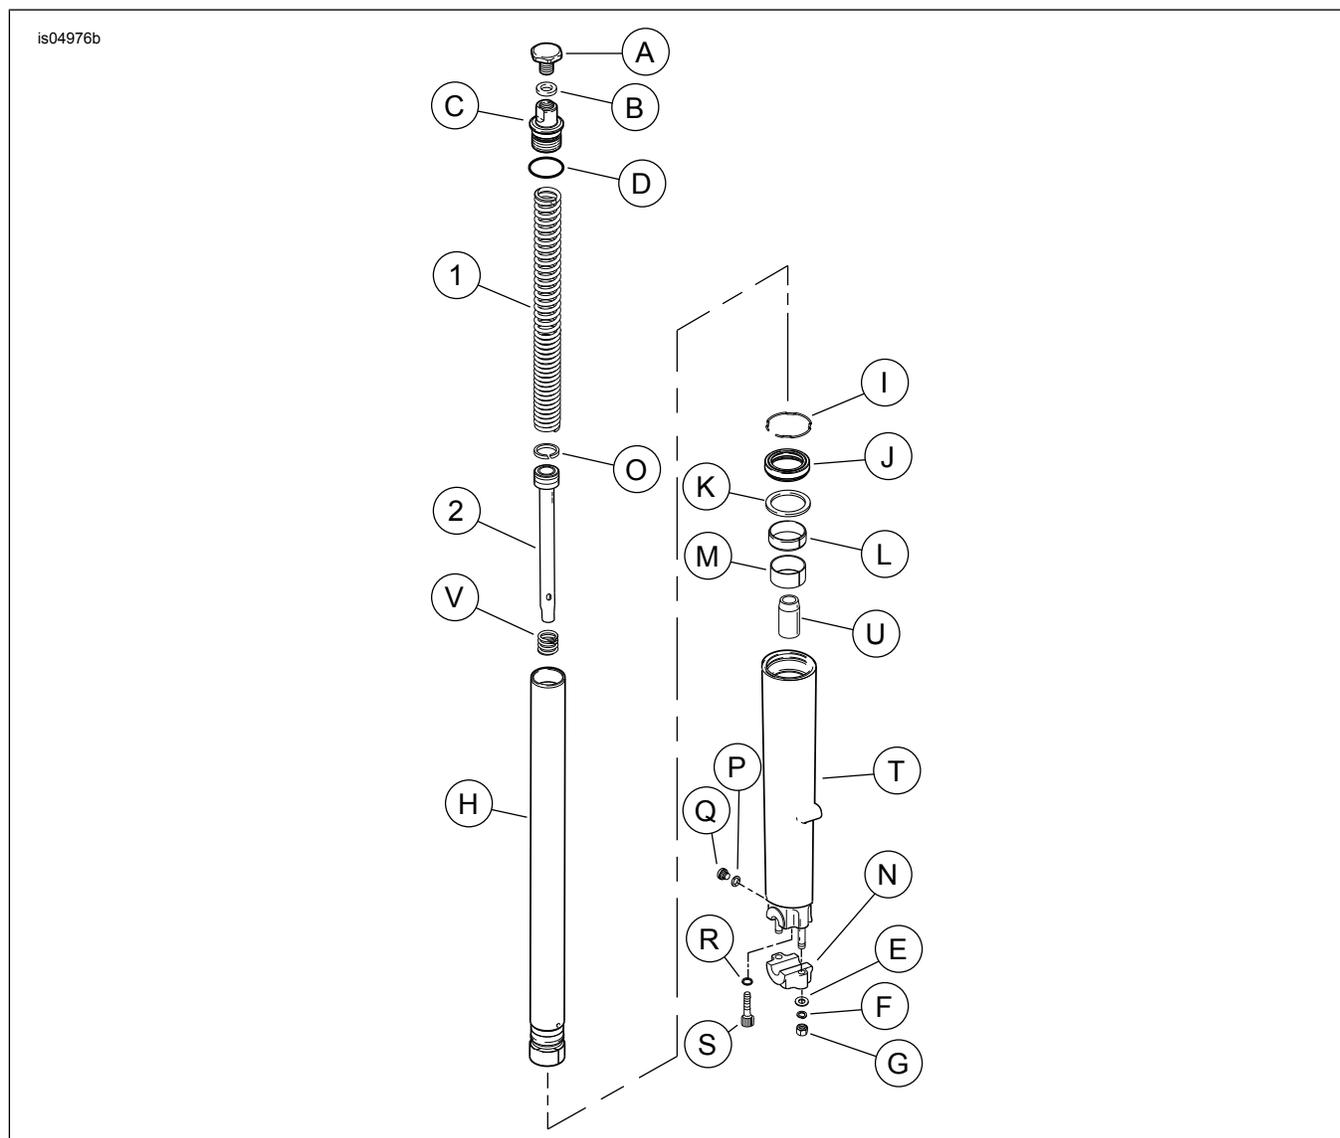

Figura 6. Piezas de servicio: Kit para bajar el extremo delantero Road King
2. Vea Figura 6. Quite las tuercas (G), las arandelas de seguridad (F), las arandelas planas (E) y el sujetador del eje (N) de los espárragos en el extremo del tubo del deslizador de la horquilla (T).
Consulte Figura 6 para los pasos 4-16.
Consulte Figura 6 para el siguiente procedimiento.